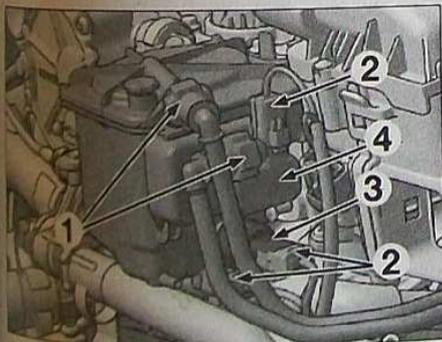

FIG. 31
- les tuyaux de carburant (1) (Fig.31).
- le faisceau (2).
- Déposer, du filtre à gazole, le détecteur d'eau (3) et le réchauffeur (4).